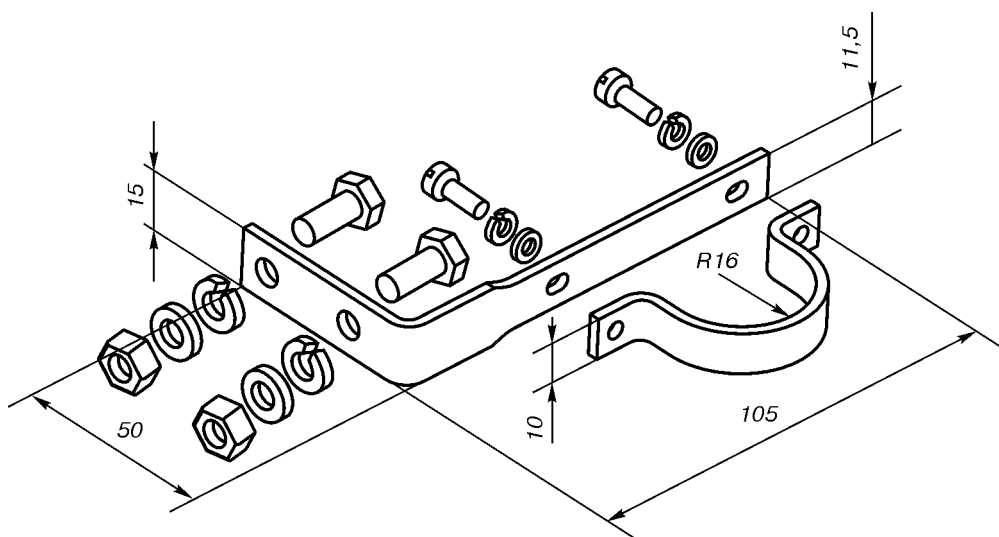

Рис.5. Кронштейн крепления датчика к стене или опоре.
11. Код кронштейна крепления датчика (рис.5).